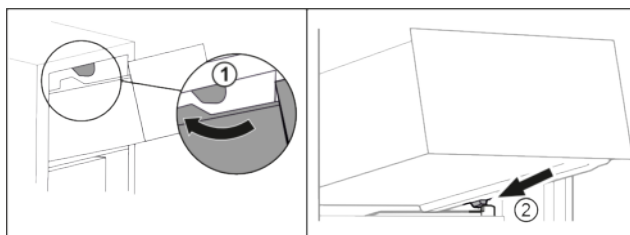

Fig. 98
- Schubfach um die oberen Stopper herumführen. Fig. 98 (1)
- Schubfach schräg hinter den unteren Stoppern auf Behälterrippe aufsetzen. Fig. 98 (2)